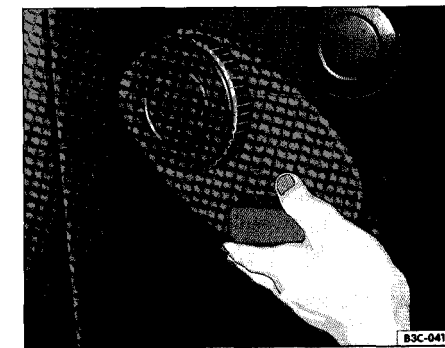

Fig. 56 Schema de principe : deverrouillage du dossier de siege du passager avant escamotable
- Pour remettre le dossier en place, deverrouillez-le de nouveau fig. 56.